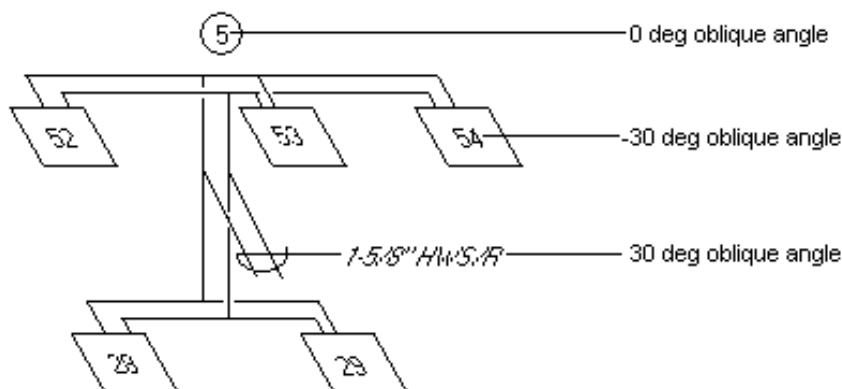

Рис. 2.8. Пояснительный рисунок к применению свойства ObliqueAngle
**ObliqueAngle** – свойство, определяющее наклон объекта (рис. 2.8). Угол измеряется в радианах и лежит в диапазоне от -85 до +85 градусов. Положительный угол означает наклон вправо; к отрицательному углу будет автоматически добавлена величина  $2\pi$ , чтобы конвертировать в положительную величину, при этом наклон объекта будет влево.